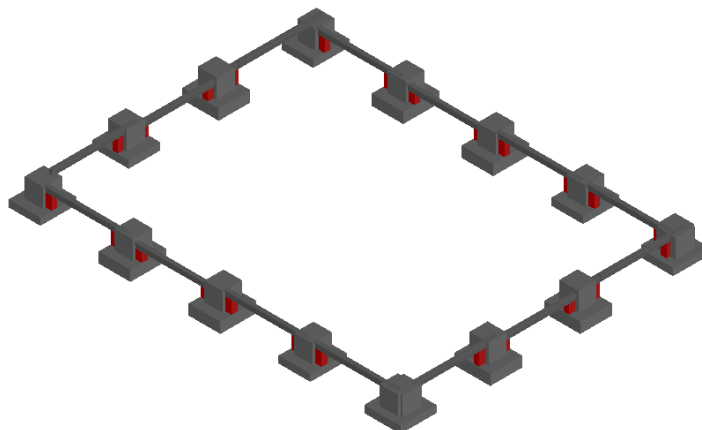

Рис. 6.6. План конструкций нулевого цикла
– план конструкций нулевого цикла – фундаментов и фундаментных балок – рис. 6.6;